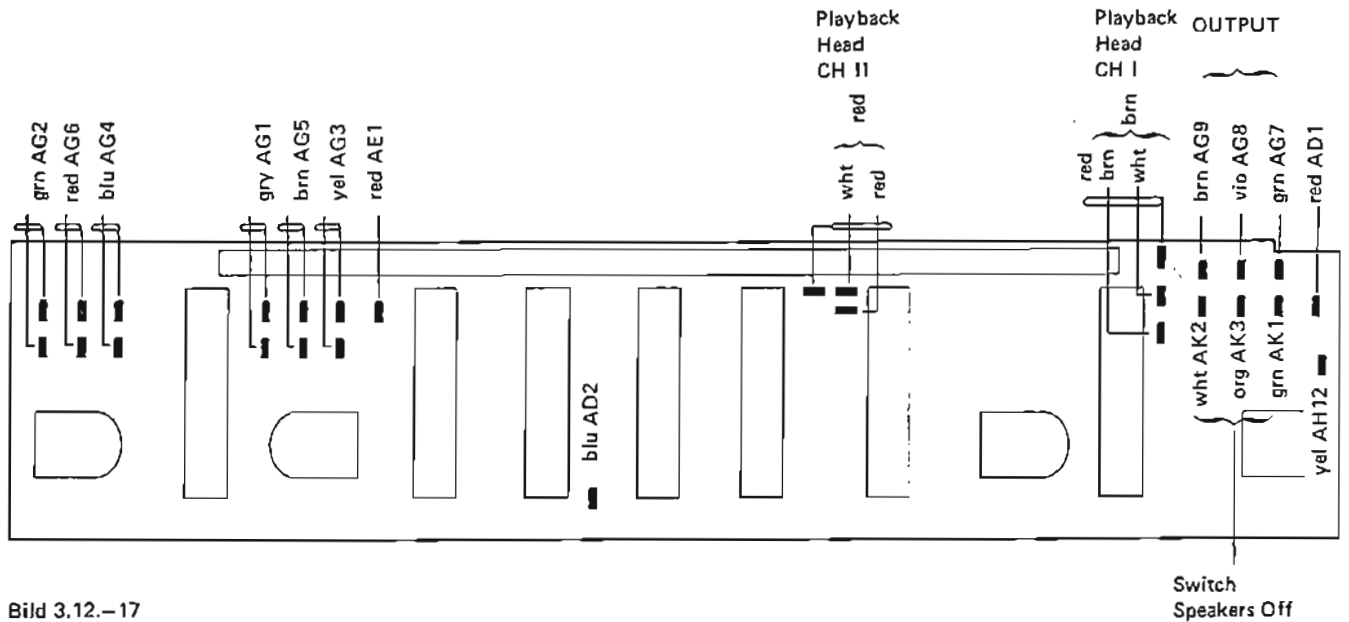

Bild 3.12.-17
### 3.12. Schalter-Print ausbauen (s. Bild 3.12.-16)
- Alle Steckverbindungen auf dem Schalter-Print lösen ( Bild 3.12.-17 )
- 5 Befestigungsschrauben E ( Bild 3.12.-16 ) lösen und die ganze Baugruppe nach vorne abheben.
Beim Wiedereinbau des Netzschalters muss die Stellung des Entzerrungsschiebeschalters kontrolliert werden. Falls erforderlich ist eine Neujustierung mit den Schrauben F ( Bild 3.12.-16. ) vorzunehmen ( S. auch 5.1. )